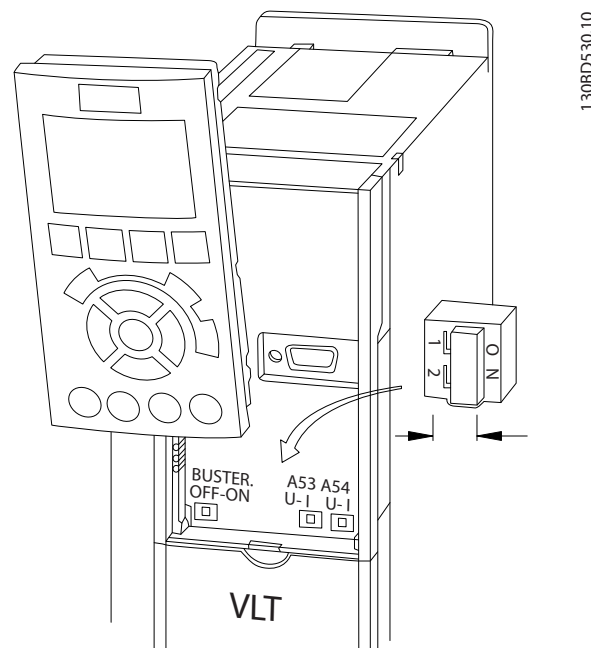

Рисунок 4.13 Расположение переключателей клемм 53 и 54
1. Снимите панель местного управления (см. Рисунок 4.13).
- Замкните каждый сегмент на обоих концах, используя либо переключатель оконечной нагрузки (включатель/выключатель клемм шины, см. *Рисунок 4.13*) на преобразователях частоты или оконечную резисторную схему со смещением.